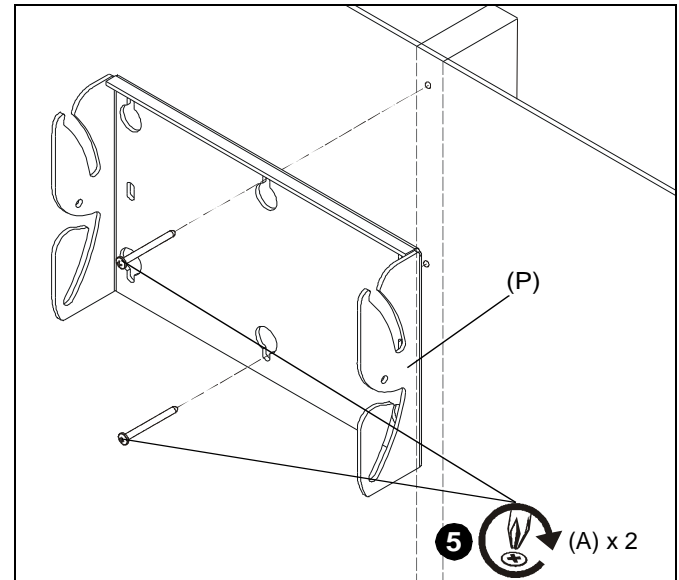

Figure 2
5. Utilisez deux vis taraudeuses Phillips n° 10 x 63,5 mm (2^{1/2} po) (A) pour bien fixer le support mural (P) au mur. (Voir figure 2)